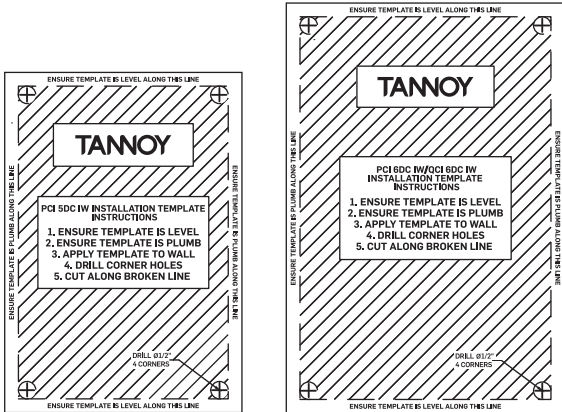

Fig. 1.Cutout Templates
2. Använd de medföljande utskärningsmallarna (fig. 1) på önskad plats och klipp ut försiktigt ett hål i gipsväggen med en lämplig handverktyg. Ta bort damm och skräp från hålet (fig 2).